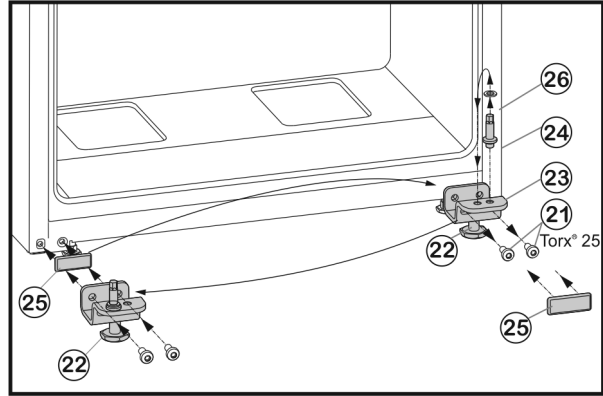

Fig. 8
- ▶ Bevestigingsschroeven Fig. 8 (21) losschroeven.
- ▶ Onderste scharnierplaat Fig. 8 (23) volledig met scharnierbouten Fig. 8 (24), schijf Fig. 8 (26) en stelvoet Fig. 8 (22), verwijderen.
- ▶ Scharnierbouten Fig. 8 (24) volledig met schijf Fig. 8 (26) losschroeven, terugplaatsen in het tegenoverliggende opnamegat van de scharnierplaat en weer vastschroeven.
- ▶ Afdekplaat Fig. 8 (25) voorzichtig verwijderen en terugplaatsen op de andere zijde.
- ▶ Onderste scharnierplaat Fig. 8 (23) volledig met scharnierbouten Fig. 8 (24), schijf Fig. 8 (26) en stelvoet Fig. 8 (22) weer op de nieuwe scharnierzijde evt. met behulp van een accuboormachine **vastschroeven (met 4 Nm)**.
- ▶ Deur van bovenaf op de scharnierbouten Fig. 8 (24) plaatsen.
- ▶ Stelvoet Fig. 8 (22) uit de onderste scharnierplaat Fig. 8 (23) draaien totdat deze op de grond ligt.